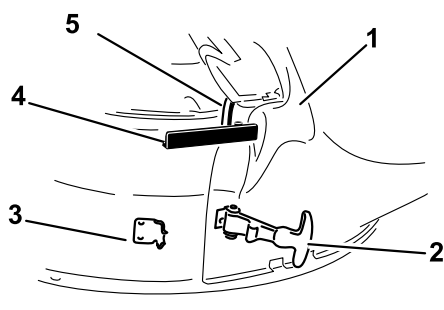

Bild 12
6. Befestigen Sie den Auswurfkanal am 42 Zoll Mähwerk. Haken Sie den flexiblen Verschluss am Auswurfkanal an der Befestigungsklemme ein, der hinter der Öffnung am Mähwerk angeschweißt ist (Bild 12). Befestigen Sie den Befestigungshaken